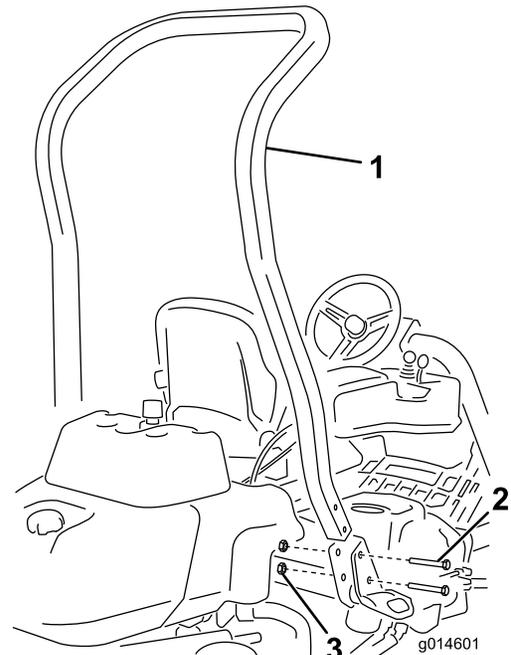

Рисунок 3
3. Установите защитную дугу в гнезда на каждой стороне машины, используя 4 болта (1/2 x 3 3/4 дюйма) и 4 фланцевые гайки (1/2 дюйма), как показано на Рисунок 3.